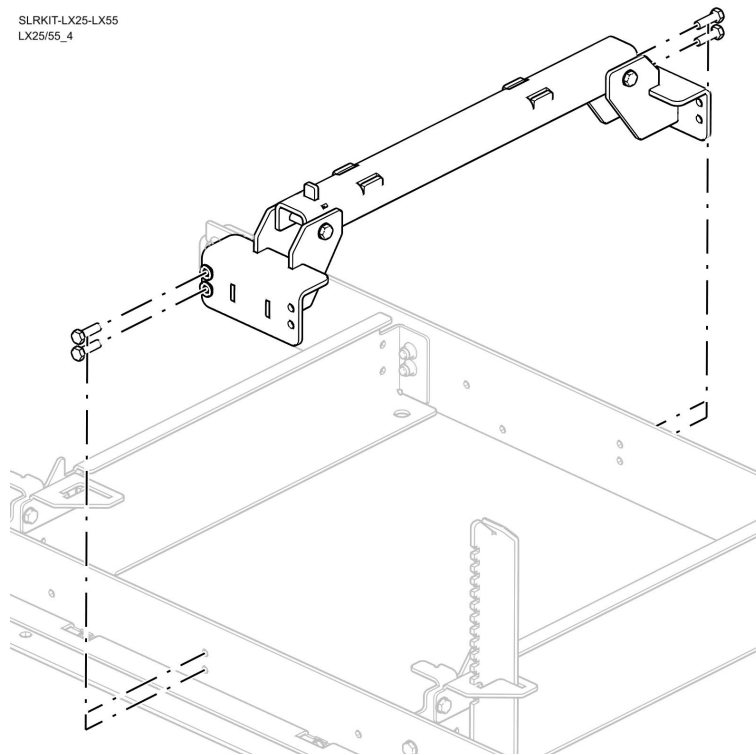

FIG. 5-2
2. Instale kit posterior en la última sección de la bancada, tal y como se muestra en Section FIG. 5-2.